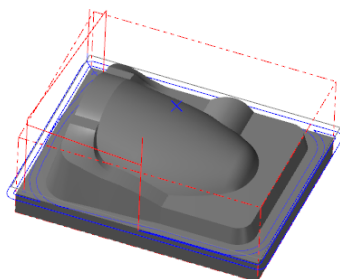

图 17.39 刀具路径
Step8. 单击“曲面精加工浅平面”对话框中的 **✓** 按钮，完成加工参数的设置，此时系统将自动生成图 17.39 所示的刀具路径。